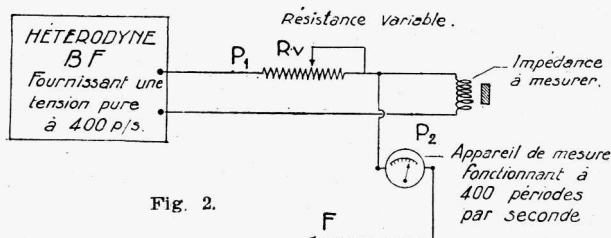

Fig. 2.
a) Le rapport de transformation qui, avec l'impédance de la bobine mobile, détermine l'impédance de charge. Une impédance de charge incorrecte n'aura aucune action sur les fréquences transmises. C'est sur la puissance modulée et sur la distorsion d'amplitude qu'elle agira. Trop faible, elle réduira le rendement électrique de l'étage final. Trop forte, elle réduira la puissance disponible pour un taux de distorsion donné. Il est donc tout à fait important que cette adaptation soit parfaitement réalisée. Le laboratoire de l'amateur moyen ne lui permet pas de vérifier que l'impédance de charge est exactement celle qu'il faudrait. Il faudrait, en effet une hétérodyne à basse fréquence, donnant des tensions pures et un voltmètre de sortie précis, combiné, par exemple, avec une résistance étalonnée. On réaliserait le schéma fig. 2. On réglerait la résistance variable Rv de telle sorte que l'appareil de mesure donne la même indication quand on branche le fil F en P1 ou en P2. A ce moment, la valeur de Rv est égale à la valeur de l'impédance à la fréquence de la mesure, même si l'appareil de mesure (qui peut être un contrôleur à redresseur) présente une erreur de fré-